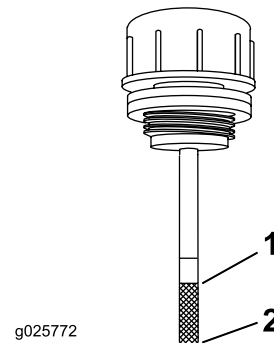

Рисунок 70
5. Очистите зону вокруг масломерного щупа бака гидравлической системы (Рисунок 70).
6. Извлеките масломерный щуп из гидравлического бака (Рисунок 70).
8. Извлеките щуп и посмотрите на его конец (Рисунок 70). Если уровень жидкости находится на отметке «добавить», медленно долейте в гидравлический бак ровно столько жидкости, чтобы поднять уровень до отметки «полный».